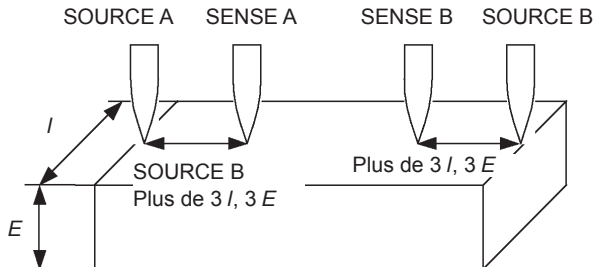

Fig. 9 Positions de la sonde sur une cible de mesure plus large/épaisse
La Fig. 8 présente un exemple de traçage des lignes de potentiel électrique équivalent sur un plateau métallique. Tout comme le rapport entre la répartition de la pression atmosphérique et le vent sur un schéma de prévision météorologique, la densité de courant est supérieure dans les lieux où les lignes de potentiel électrique équivalent sont peu éloignées, et inférieure où elles sont très espacées. Grâce à cet exemple, il apparaît que la pente de potentiel électrique est supérieure au niveau des points d'application de courant. Ce phénomène est provoqué par une haute densité de courant lorsque le courant s'étend sur le plateau métallique. À cause de ce phénomène, les valeurs mesurées sont légèrement différentes même si la différence de position connectée est assez légère lorsque les bornes de détection de tension (des sondes de mesure) sont placées à proximité de points d'application de courant. Pour éviter les effets de ce phénomène, il est recommandé de détecter la tension à l'intérieur des points d'application de courant. En général, lorsque le point de détection de tension est plus à l'intérieur du point d'application de courant que la largeur (l) et l'épaisseur (E) de la cible de mesure, la répartition de courant peut être considérée uniforme. Comme indiqué dans la Fig. 9, les bornes SENSE doivent être de $3l$ ou $3E$ mm ou plus à l'intérieur que les bornes SOURCE.